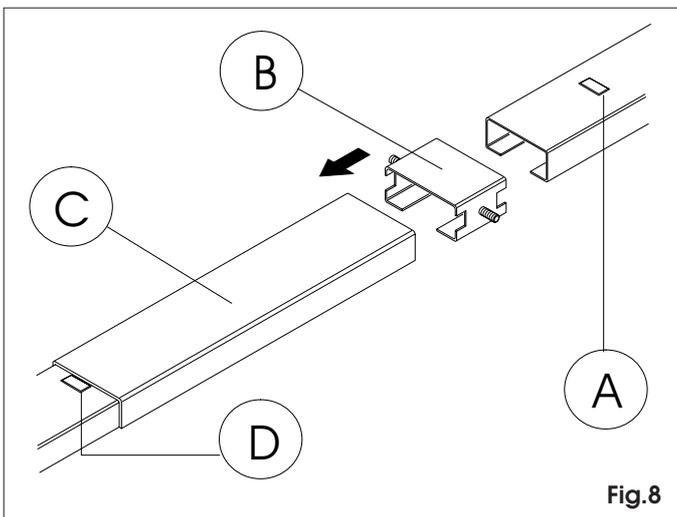
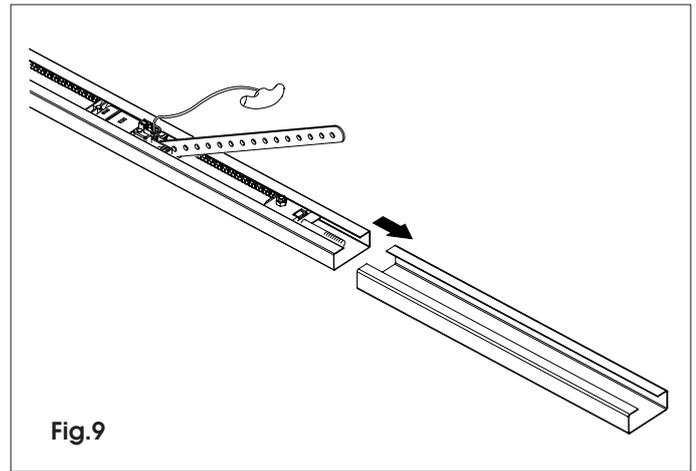
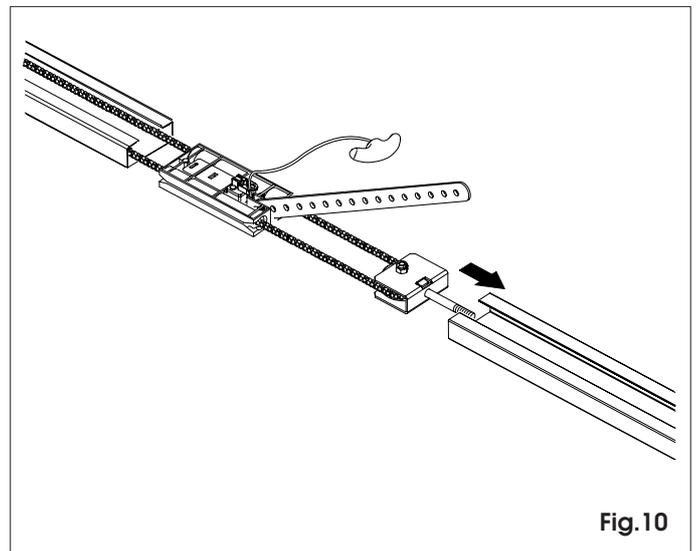

Fig.8
Fig.9
Fig.10
**6.2** Per l'operatore 625, 1225 e 1231 è consigliato utilizzare l'apposita guida optional (fig.8 rif.B) inserendola nella slitta centrale (fig.8 rif.C).
**6.3** Inserire il longherone con catena nella slitta centrale (fig.9) fino a battuta con il rilievo metallico (fig.8 rif.D).
**6.4** Inserire nel gruppo precedentemente montato un nuovo longherone (fig. 10), accertandosi che il rilievo metallico indicato in Fig.8 rif.A vada a contatto con la slitta centrale.